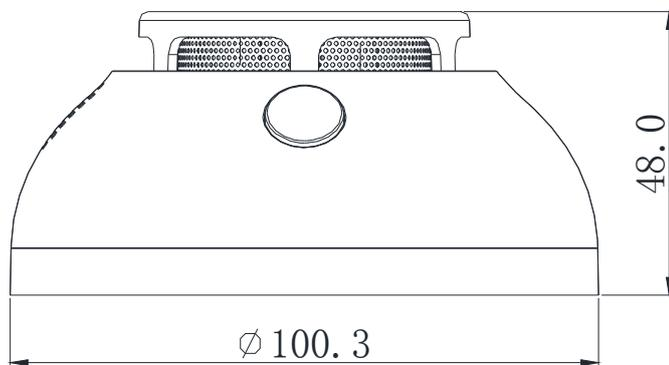
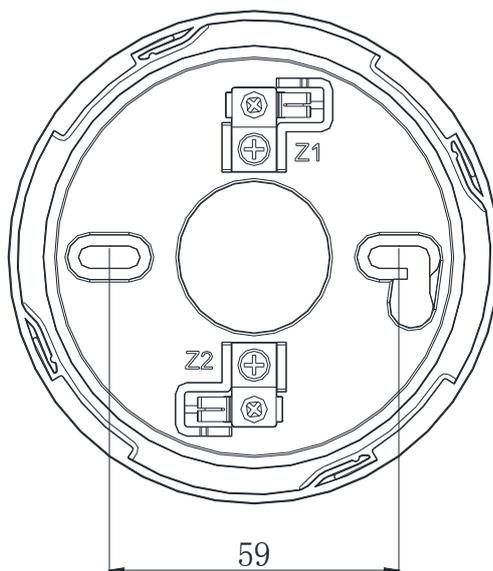

图 1: JTY-GM-TX3131 外形示意图
图 2: JTY-GM-TX3131 安装尺寸示意图
4.1 感烟探测器的外形尺寸及安装尺寸示意图如图 1、图 2 所示